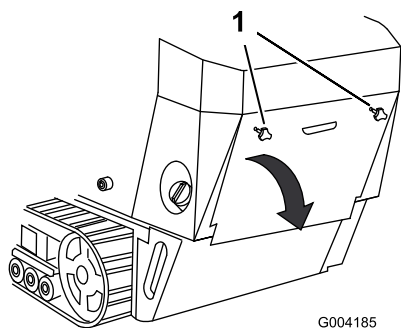

Bild 23
1. Schrauben Sie die 2 Handräder ab, mit denen die hintere Abdeckung an der Maschine befestigt ist (Bild 23).
2. Kippen Sie die hintere Abdeckung nach unten und nehmen Sie diese ab, um an die internen Bauteile heran zu kommen (Bild 23).